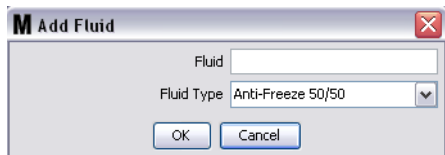

FIG. 95
3. En la pantalla Agregar fluido, introduzca el nombre del fluido en el campo Fluido (FIG. 95); se permite un máximo de 40 caracteres. Para que resulte más fácil la identificación y los informes, se recomienda que se utilicen nombres de fluido cortos.